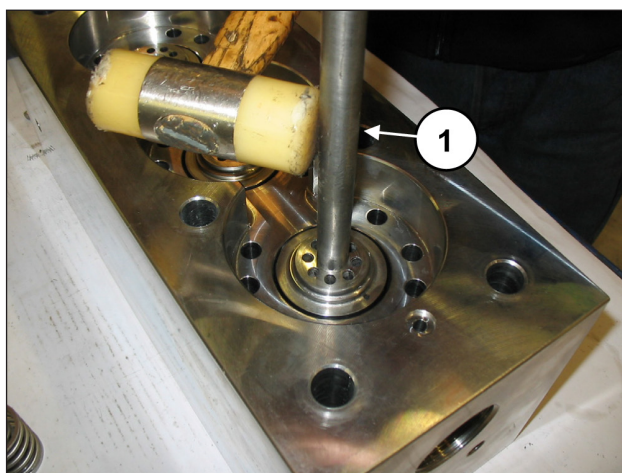

Fig. 115
Si las sedes de la válvula están bloqueadas en la cabeza debido a los depósitos de cal o al óxido, desbloquearlas introduciendo la herramienta adecuada (cód. 034300020 para SK20-22-24 o cód. 034300010 para SK26-28-30) en el orificio de envío (pos. ①, Fig. 115).